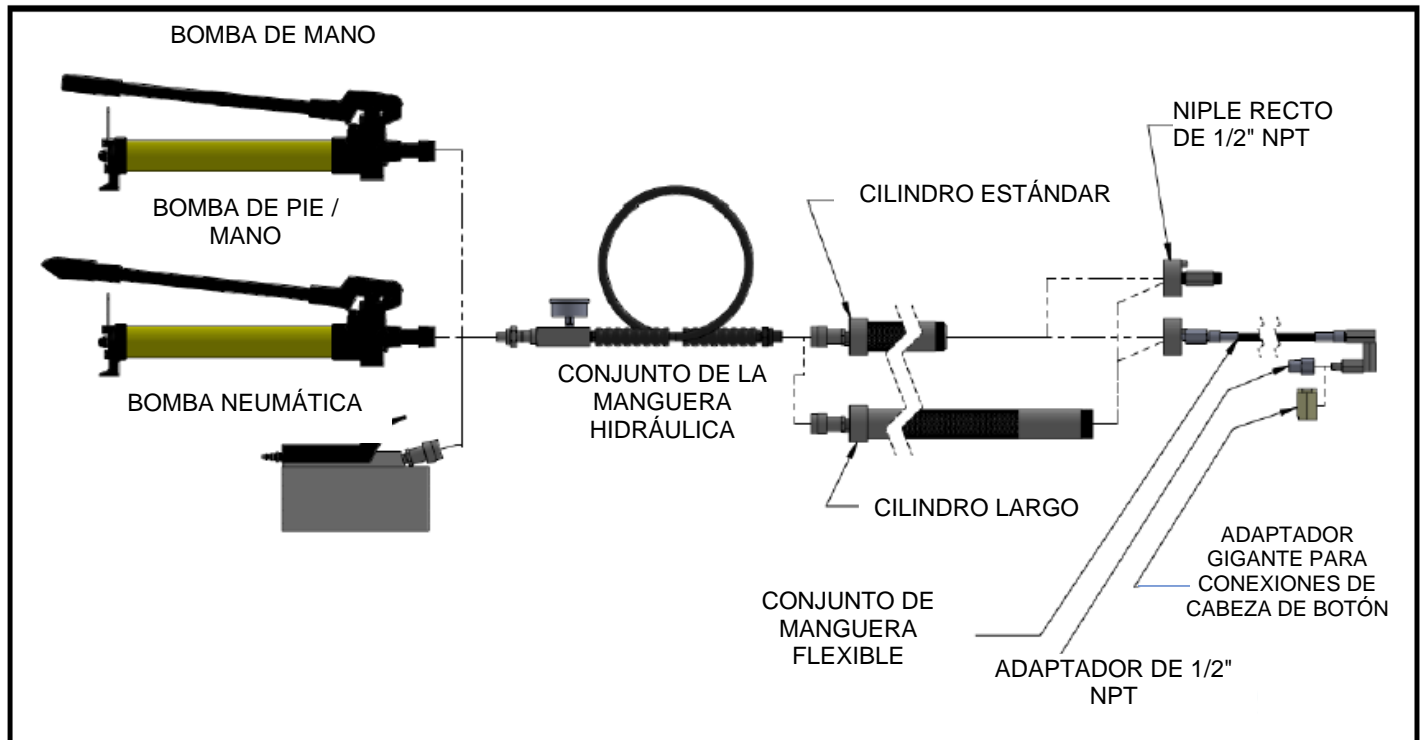

Figura 6
PLIDCO ofrece bombas hidráulicas para selladores con cilindros/barriles de inyección estándar y largos. Puede elegir entre tres variaciones de bomba diferentes: Bomba de mano, bomba de pie y bomba de aire. Todas utilizan conexiones hidráulicas estándar que son intercambiables entre las unidades. La Figura 6 muestra las diferentes variaciones en las bombas. Todas las unidades vienen en un estuche Pelican® para su almacenaje entre usos.
- 1.) La Figura 6 anterior muestra cómo ensamblar las unidades después de sacarlas del estuche.